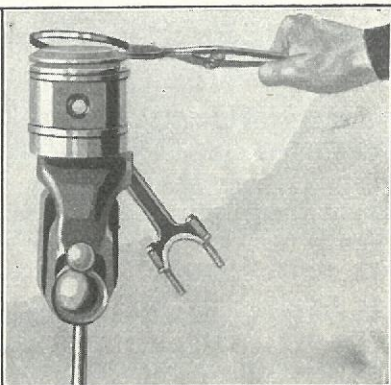

Fig. 239
- 402** Utætheder i Stemplerne kan findes ved at fylde omkring 1 Tomme Benzin i Stemplets Indre efter at Stempelringene er fjernede med en Ringaabner, som vist i Fig. 239, og Olien tørret af Rillerne. Benzinen vil da træde ud gennem eventuelle Utætheder.
- 425** Hvis en Stempelring er slidt eller den ikke slutter hele Vejen rundt, tillader den Olie og Benzin at passere forbi og skal derfor udveksles. Stempelringen fjernes med en Special-Aftager, som vist i Fig. 239. Rillerne i Stemplet maa renses omhyggeligt for Kul og Sod.